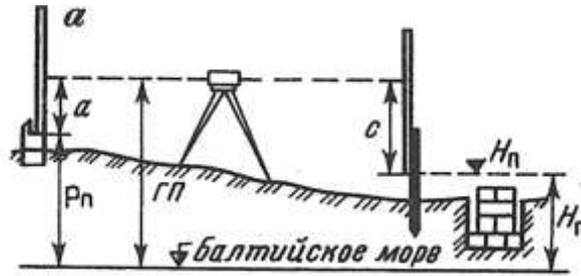

Рис. 2. Схема разбивки и контрольных высот фундамента
5. Выставьте проектную высоту верха фундамента на обноске (рис. 2), если высота репера $P_n = 90,037$, отсчет по рейке $a = 0973$, проектная высота фундамента $H_n = 88,972$.